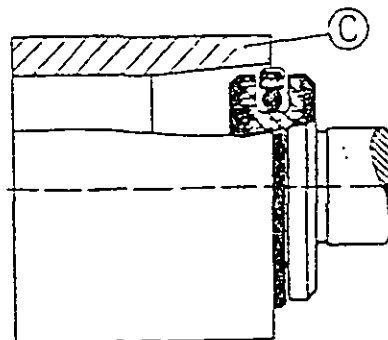

Fig. 6
Die Rückverformung des aufgedehnten Ringes muß mit der Kalibrierhülse (C) durchgeführt werden (Fig. 6)